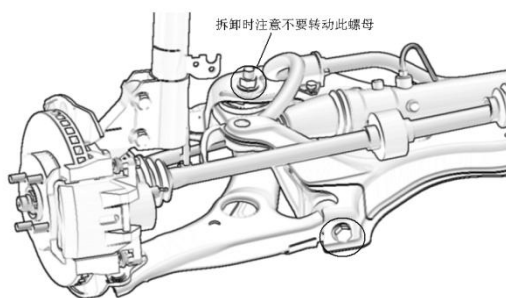

图 5.1-15
- ③ 拆下 2 个螺栓和螺母，拆下前悬下摆臂总成，如图 5.1-15 所示。注意不要转动螺母，螺母为锁紧螺母，转动螺母会使其损坏。